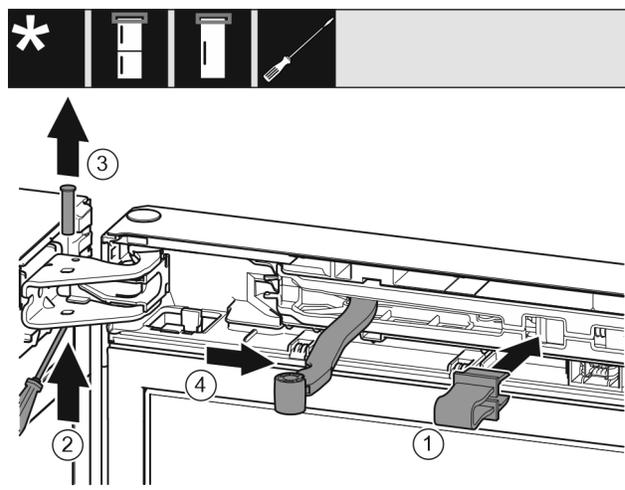

Fig. 7
► Introduire l'arrêtoir dans l'ouverture. Fig. 7 (1)
► Desserrer le boulon avec un tournevis. Fig. 7 (2)
► Sortir le boulon par le haut. Fig. 7 (3)
► Tourner l'articulation en direction de la porte. Fig. 7 (4)